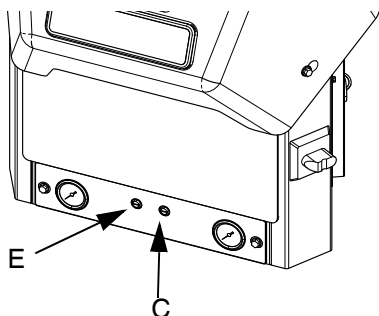

FIG. 18
6. Utiliser le régulateur de pression d'air du transfert sous vide (E) pour régler le paramètre de pression d'air du transfert sous vide entre 2,8-6,9 bar (280-690 kPa, 40-100 psi). Pression recommandée : 4,1 bar (414 kPa, 60 psi). Voir la FIG. 18.